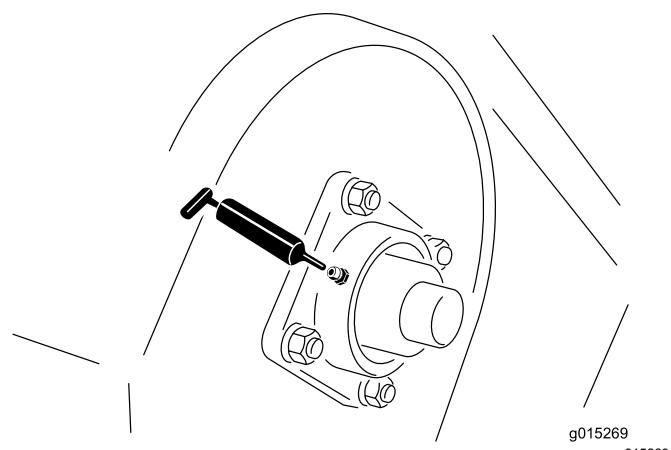
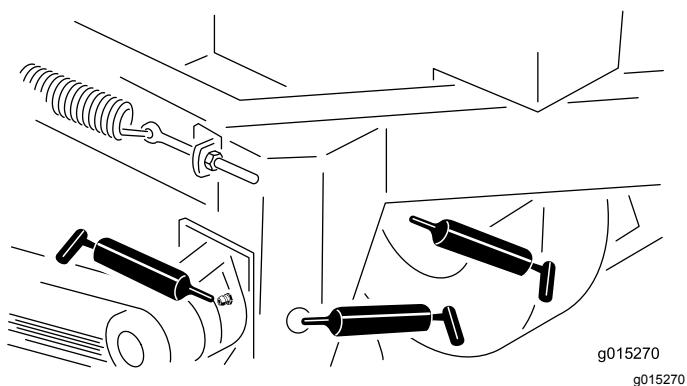

図 12
図 13
2. グリスガンでグリスを注入する図 11、図 12、図 13。